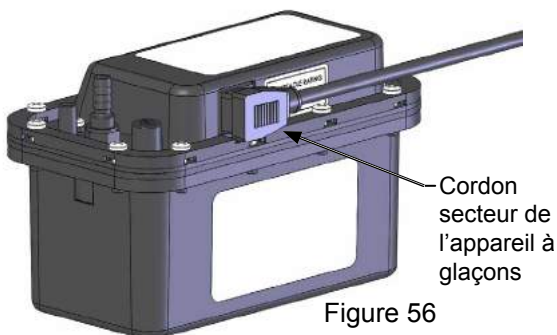

Figure 56
7. Débranchez le cordon d'alimentation de l'appareil à glaçons de la pompe de drainage (Voir la Figure 56).